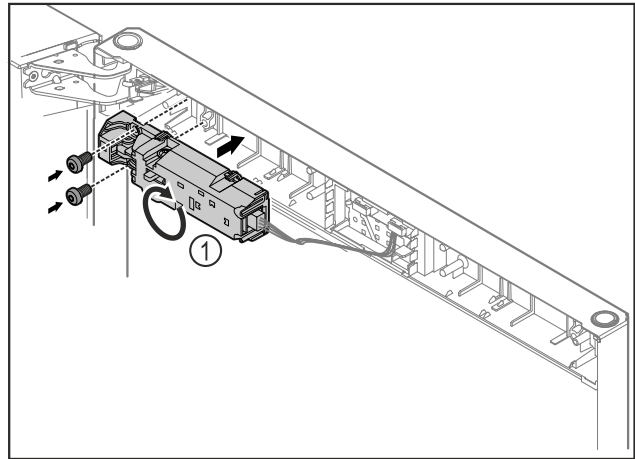

Fig. 13
- ▶ Vergrendeling op afstand Fig. 13 (1) met 180° draaien en aan de tegenovergestelde zijde bevestigen.